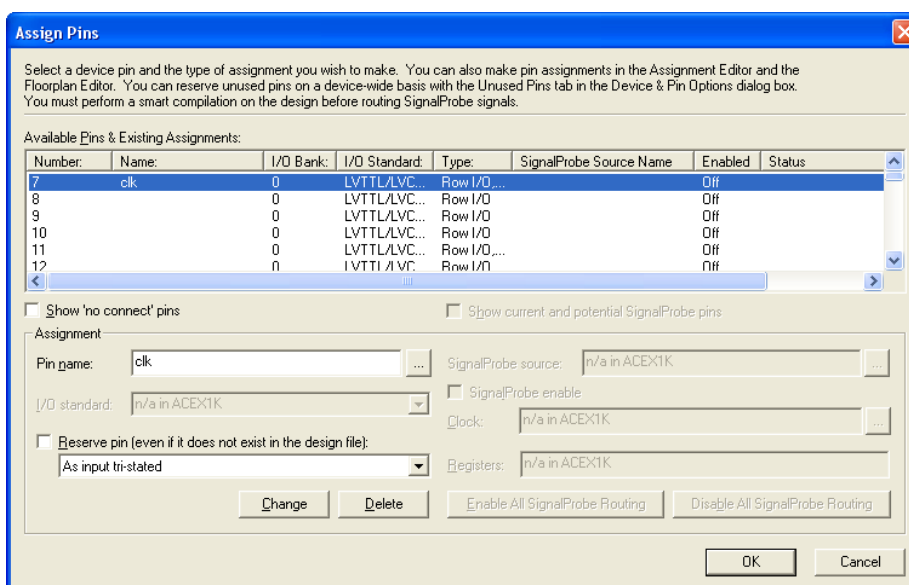

Рис. 6.14. Діалогове вікно призначення виводів ПЛІС іменам ліній.
10. В діалоговому вікні **Assign Pins** для того, щоб побачити, які виводи не можуть бути призначені іменам ліній у списку **Available pins & existing assignments** ввімкніть **Show 'no connect' pins** (рис.6.14).